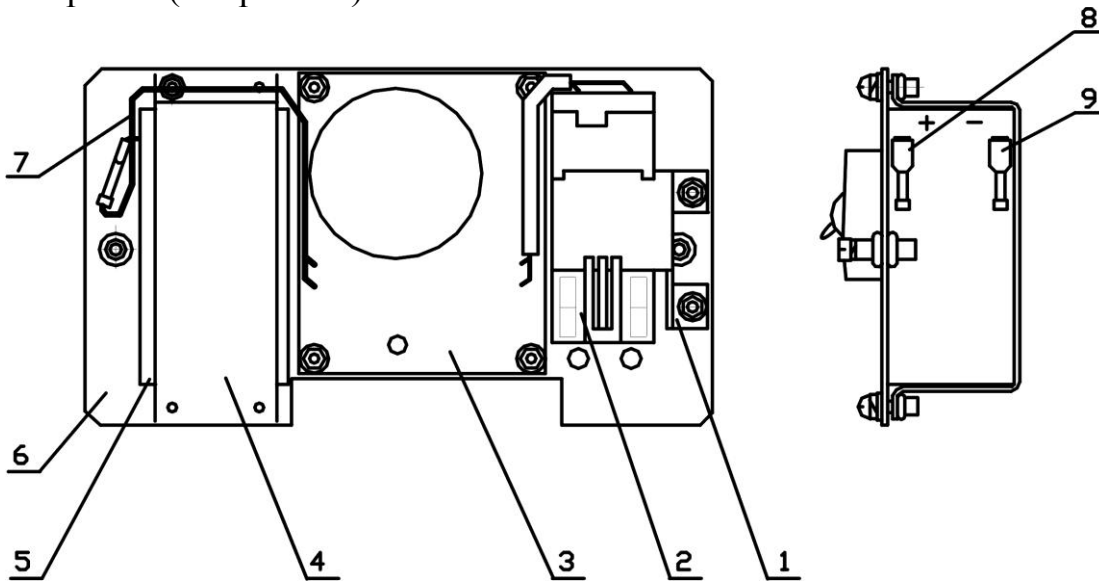

Рис.5.4
(для крепления сетевых проводов), повернув винты на несколько оборотов против часовой стрелки. Выкрутить невыпадающие винты крепления шасси. Пропустить сетевой кабель внутрь БП через соответствующий ввод и ввести проводники сетевого кабеля отверстия зажимных контактов защитного устройства 2 (см. рис.5.4). Закрепить проводники сетевого кабеля с помощью винтов (под защитной крышкой). Проверить надежность закрепления проводников сетевого кабеля и убедиться, что «зачищенный» участок проводников не выходит за пределы корпуса защитного устройства 2. Надежно соединить наконечник красного цвета 8 с «+» выводом АКБ. Установить шасси в корпус БП и закрепить его невыпадающими винтами. Приступить к выполнению п.5.5.
5.4 Выкрутить невыпадающие винты крепления шасси. Извлечь шасси из корпуса БП. Вид шасси с тыльной стороны показан на рис. 5.4.
*На рис. 5.4 обозначено: «1» - скоба крепления устройства защиты; «2» - устройство защиты от поражения электрическим током; «3» - электронный модуль; «4» - АКБ (аккумуляторная батарея); «5» - скоба крепления БП; «6» - шасси; «7» - кабель для подключения АКБ; «8» - клемма «+» АКБ; «9» - клемма «-» АКБ.*